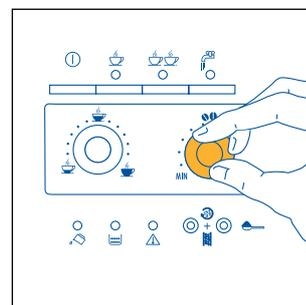
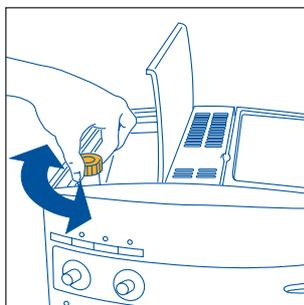

Fig.7
Fig.17
- 2) Regolare la manopola di destra (fig.7) per impostare il gusto desiderato del caffè. Più si ruota in senso orario e maggiore sarà la quantità di caffè in grani che la macchina macinerà e quindi più forte sarà il gusto del caffè ottenuto. Al primo utilizzo è necessario procedere a tentativi e fare più di un caffè per individuare la corretta posizione della manopola. Fare attenzione a non ruotare troppo in senso orario altrimenti c'è il rischio di ottenere un'erogazione troppo lenta (a gocce), soprattutto quando si richiedono due tazze di caffè.
**NOTA 1:** Se il caffè fuoriesce a gocce oppure non esce del tutto, è necessario ruotare la manopola di regolazione macinatura (fig. 17) di uno scatto in senso orario (vedi par. 6). Procedere di uno scatto alla volta fino ad ottenere un'erogazione soddisfacente.
**NOTA 2:** Se il caffè fuoriesce troppo velocemente e la crema non è soddisfacente; ruotare un po' la manopola di destra (fig.7) in senso orario. Procedere a tentativi e fare più di un caffè per individuare la corretta posizione della manopola. Fare attenzione a non ruotare troppo in senso orario altrimenti c'è il rischio di ottenere un'erogazione troppo lenta (a gocce), soprattutto quando si richiedono due tazze di caffè. Se, dopo qualche caffè, non si ottiene una crema soddisfacente, ruotare anche la manopola di regolazione macinatura (fig.17) di uno scatto in senso antiorario (vedi par. 6).
Per risolvere questo inconveniente è necessario regolare il grado di macinatura del macinacaffè ruotando la manopola di regolazione macinatura (fig. 17) di uno scatto in senso antiorario (come descritto nel cap. 6).
Tuttavia se dopo aver fatto i primi caffè, l'erogazione dovesse risultare troppo veloce o troppo lenta (a gocce), è necessario effettuare una correzione con la manopola di regolazione del grado di macinatura (fig. 17). Ruotandola di uno scatto in senso orario (pari a una cifra) si ottiene invece un'erogazione del caffè più veloce (senza gocce).